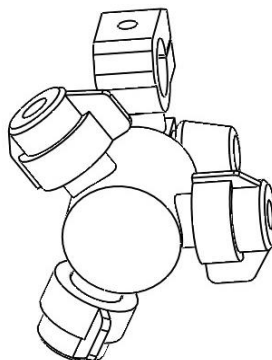

Рис.13 Соплодержатель трех-позиционный
4.9. Опрыскиватель может снабжаться различными отечественными и зарубежными соплодержателями (рис.13). Опрыскиватель снабжен трех позиционными опрыскивающими головками с тремя распылителями различными щелевыми размерами. Головки оборудованы мембранными запорными клапанами, предотвращающими вытекание жидкости из распылителей при закрытом клапане управления.